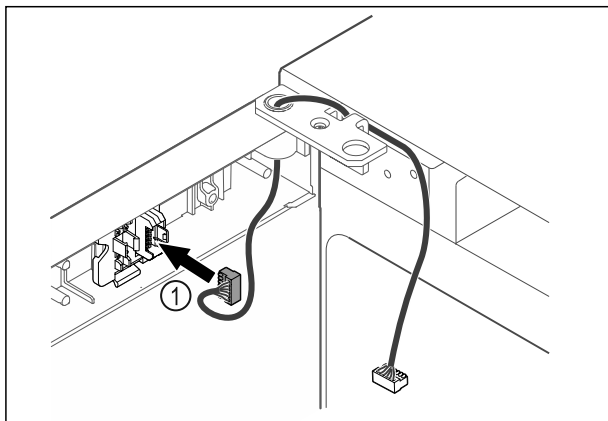

Fig. 58
- ▶ Wtyczkę Fig. 58 (1) należy włożyć w uchwyt wtyczki.